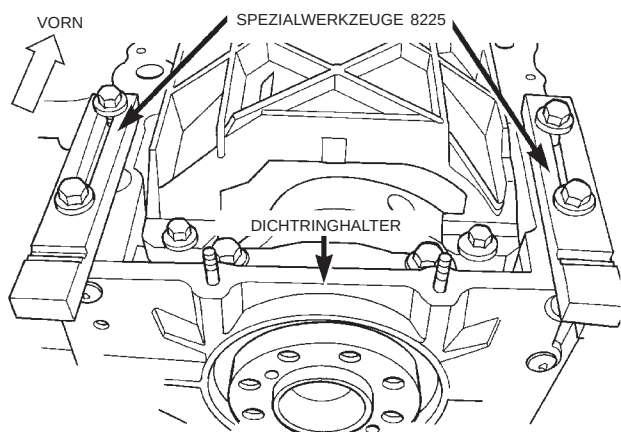

Abb. 68 Halter des hinteren Kurbelwellendichtrings ausrichten
- (4) Dichtringhalter fest gegen die Spezialwerkzeuge 8225 drücken (Abb. 68) und die Befestigungsschrauben des Dichtringhalters mit einem Anzugsmoment von 12 N·m (105 in. lbs.) festziehen.